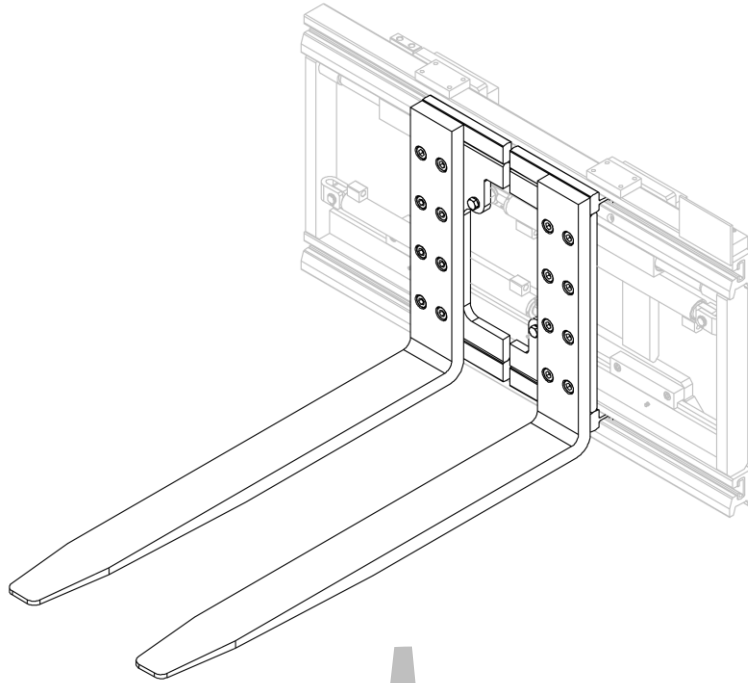
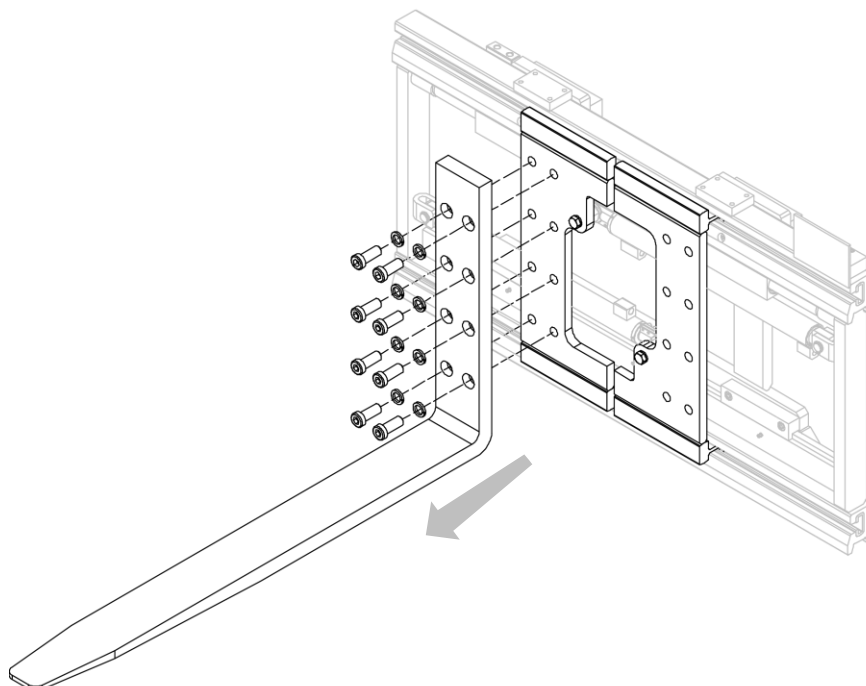

Figura 22
Figura 23
2. Retirar las horquillas de los platos, después de haber quitado lo correspondientes tornillos y arandelas elásticas que las bloquean (mira *Figura 22* y *Figura 23*).